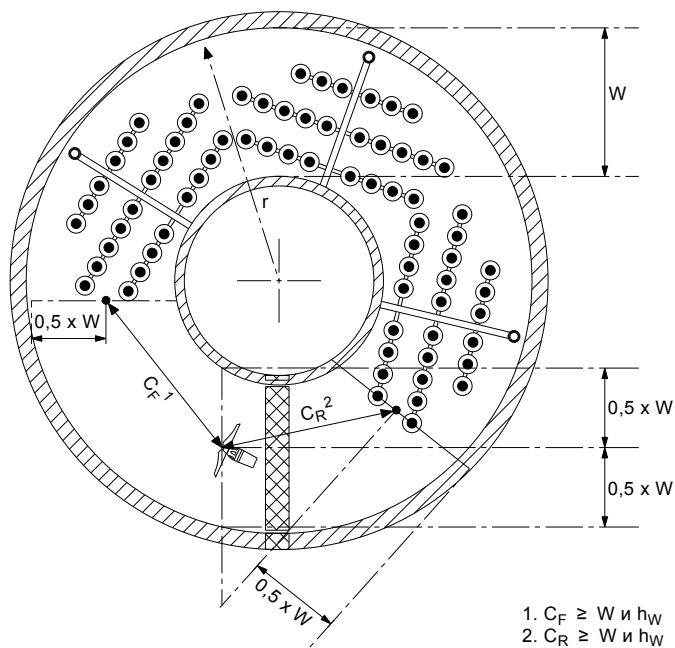

Рис. 41 Один преобразователь потока в резервуаре в форме кольцевого канала
Монтажное положение образователей потока в резервуарах в форме кольцевого канала с диффузорами или без диффузоров представлено на рис. 41 и 42. При выборе монтажного положения образователя потока необходимо учитывать ширину канала и радиус изгиба кольца, что позволит обеспечить образование равномерного потока и сократить потери скорости от удара о стенки канала.
- Расстояние (C_F) от ближайшего пропеллера до первого ряда диффузоров, которое измеряется, как показано на рис. 41:
- При установке только одного образователя потока (рис. 41) он должен быть расположен по центру резервуара ($0,5 \times W$).